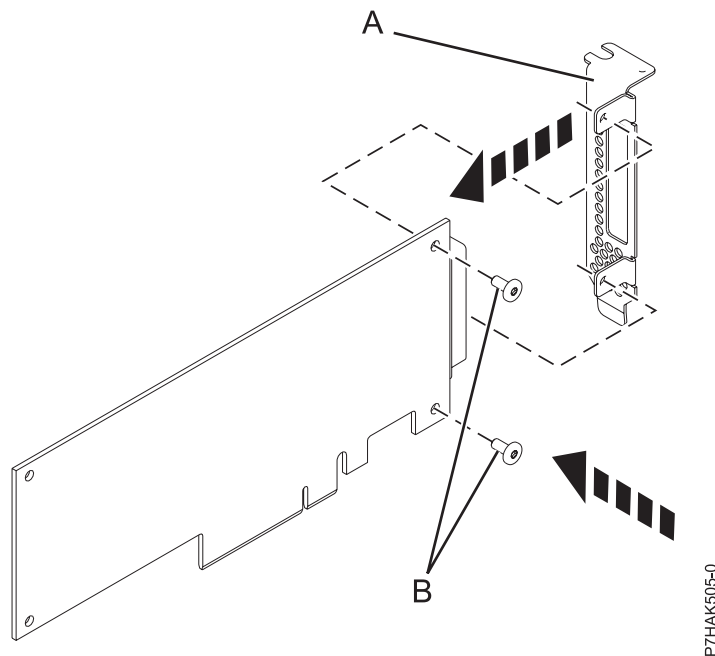

Abbildung 13. Den kurzen Haltesteg am PCI-Adapter befestigen
11. Befestigen Sie mit einem Kreuzschlitz-Schraubendreher und den beiden Sicherungsschrauben **(B)** den Haltesteg **(A)** vom fehlerhaften PCI-Adapter am neuen PCI-Adapter. Siehe Abb. 13.